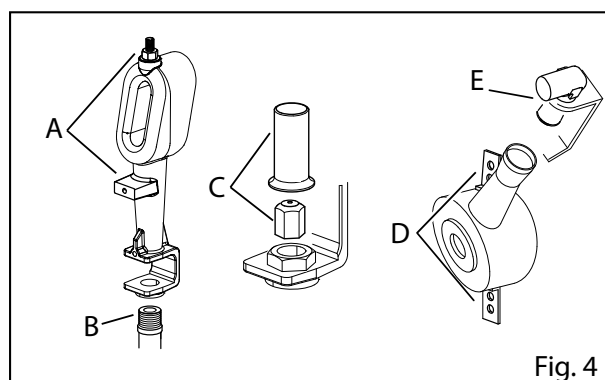

Fig. 4
- Desatarraxar o suporte e a conexão da alimentação (Fig. 4/A+B)
- Desmontar o Venturi e o bico do queimador a substituir (Fig. 4/C).
- Desaparafusar os parafusos de fixação do queimador (Fig. 4/D) e a conexão da alimentação (Fig. 4/E)